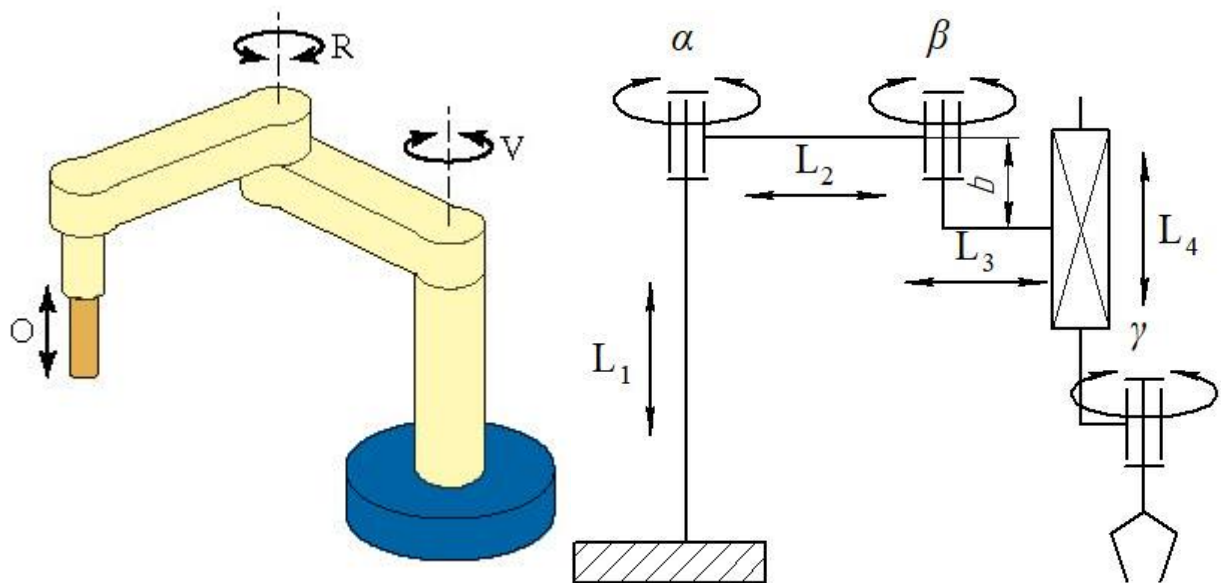

Рисунок 6 - Схема манипулятора
2. Провести исследование манипулятора (рисунок 6)